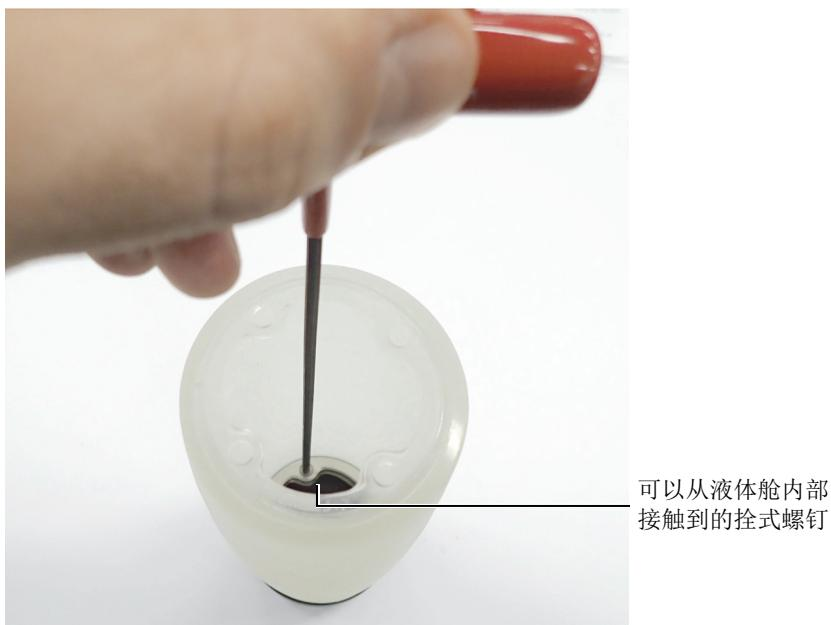

图 6-21 从液体舱内部接触装有液体控制阀的凸缘上的拴式螺钉
3. 用于固定带有液体控制阀的凸缘的环上的4个栓式紧固螺钉可以从液体舱内部接触到。拧松这些紧固螺钉（参见第94页的图 6-21）。